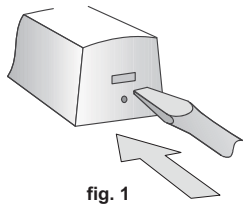

fig. 1
- Öffnen sie die Abdeckung des Detektors (durch das Drücken des Schnappers sieh fig. 1).